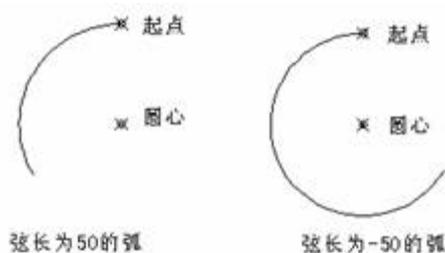

图 3-9 起点、圆心长度画弧中正负弦长的状态
- 半径：指定圆弧的半径。正值绘制小于 180° 的圆弧，负值则绘制大于 180° 的圆弧。如图 3-9 所示。